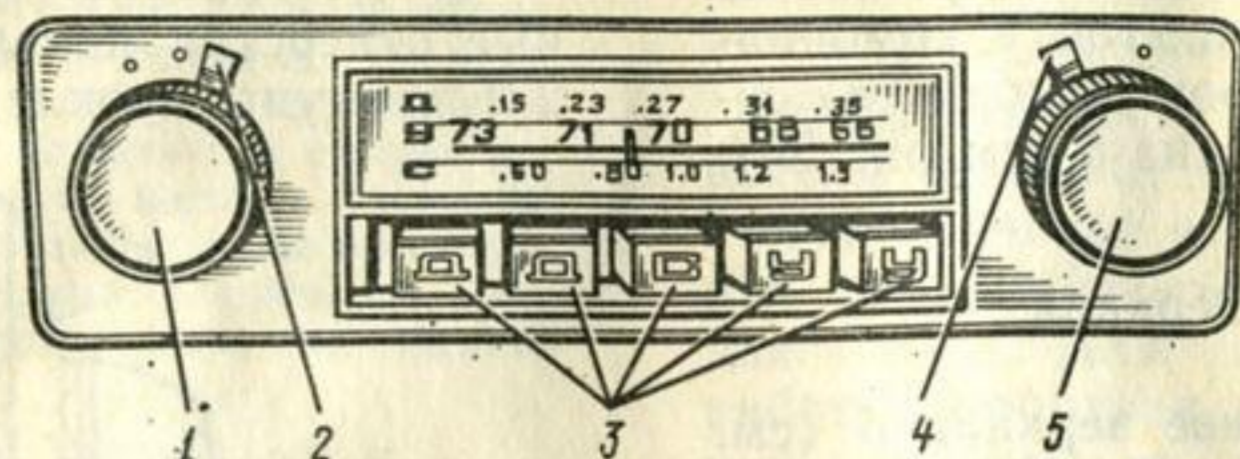
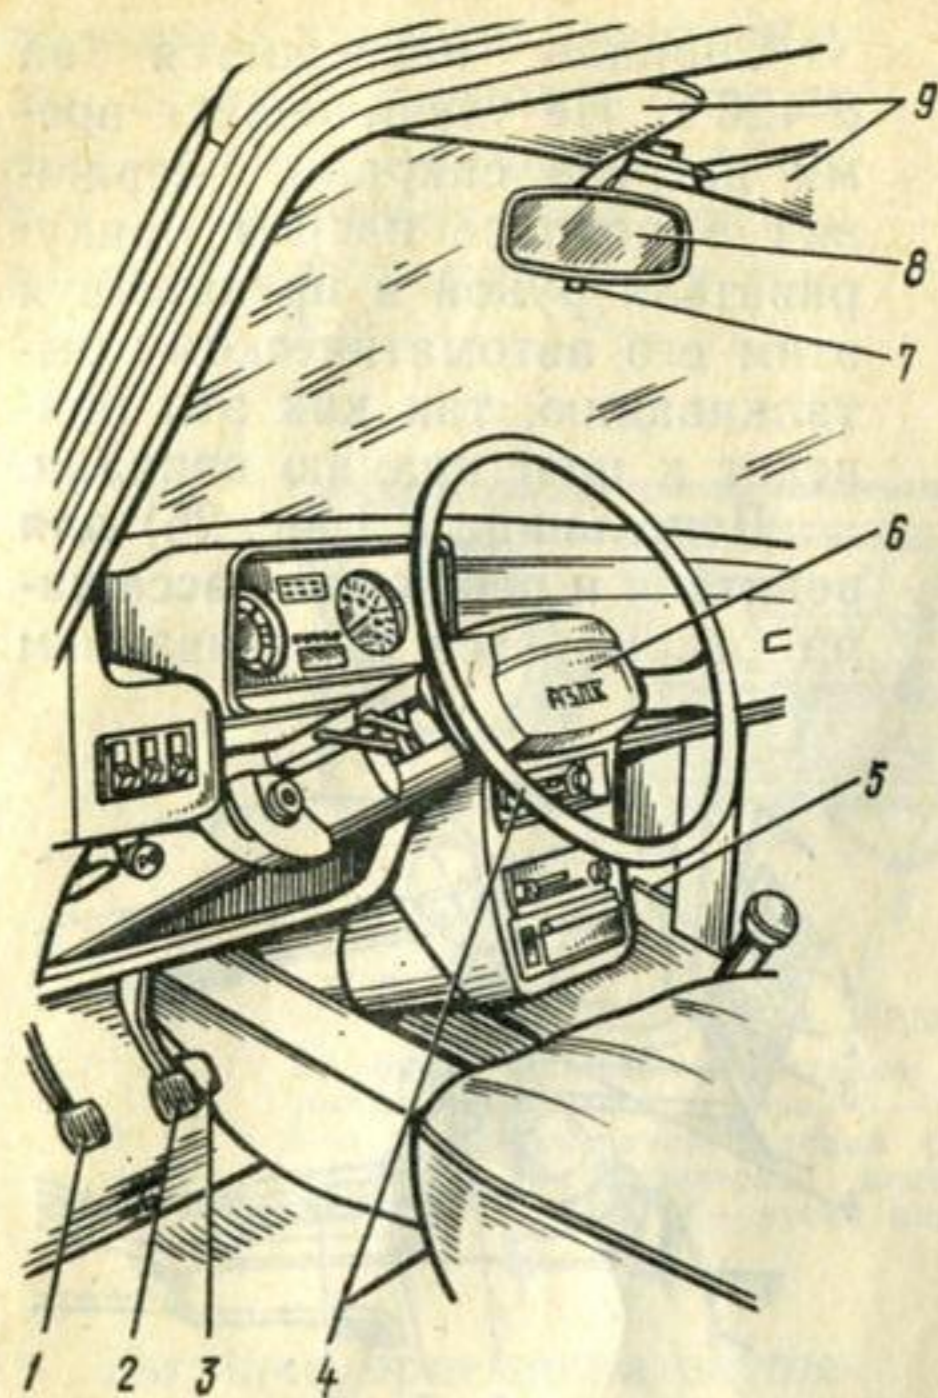

Рис. 24. Радиоприемник:
Рис. 27. Органы управления и оборудование салона:
**Внутреннее зеркало 8** (см. рис. 27) заднего обзора снабжено рычагом 7, с помощью которого отражательную поверхность зеркала можно установить внутри корпуса в фиксированное положение: дневное или ночное. Для фиксации зеркала в положении для езды ночью продвиньте рычаг на себя.
**Радиоприемник** (рис. 24) предназначен для приема передач радиовещательных станций в диапазонах длинных, средних и ультракоротких волн. Радиоприемник имеет кнопочный переключатель диа-
Включение и настройка. Перед включением приемника поднимите антенну. Для этого нажмите вниз на рычаг 5 (см. рис. 27), имеющийся на конце трубы антенны, при этом несколько выдвинется верхний штырь антенны. Затем выдвините антенну вверх снаружи рукой (перед опусканием антенны очищайте штыри от влаги и пыли) и поверните ручку 1 (рис. 24) регулятора громкости по часовой стрелке до появления щелчка (срабатывает включатель питания).
**Противосолнечные щитки 9** (рис. 27) предназначены для защиты глаз от солнца. Их
**Рулевое колесо 4** (см. рис. 27), педаль 3 управления дроссельными заслонками карбюратора, педаль 2 тормоза, педаль 1 сцепления имеют обычное назначение и расположение.
**Выключатель 6** (см. рис. 27) **звукового сигнала** расположен под мягкой накладкой и приводится в действие при нажатии на нее.